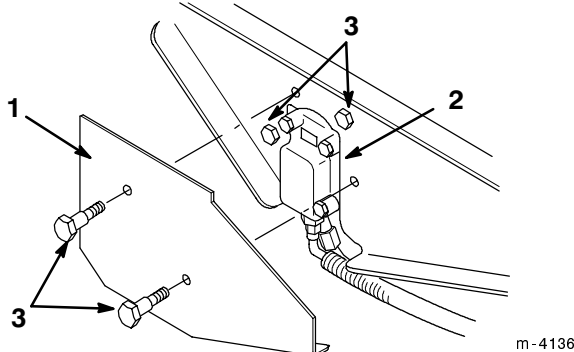

Figure 19
1. Retirer les deux boulons de fixation du panneau de protection latéral, et déposer le panneau (Fig. 19).
2. Retirer les deux boulons de fixation du boîtier du moteur hydraulique (Fig. 19).